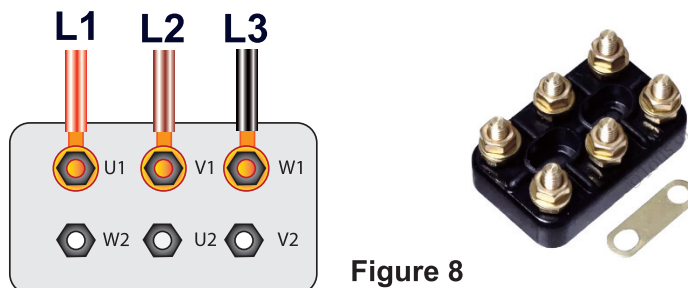

Figure 8
7.2. Positionner les **barrettes de liaison** sur la plaque à bornes de la figure 8 pour changer le couplage des enroulements statoriques.